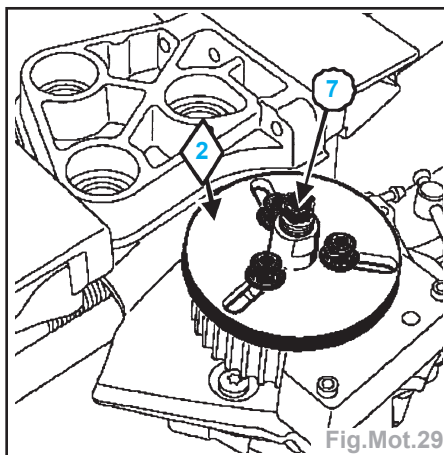

Fig.Mot.29
- Déposer l'écrou (6) de la poulie de la pompe haute pression.
- Mettre en place l'extracteur de poulie **Mot.1525 (2)** muni des griffes **Mot. 1525-03** pour les poulies trente trois dents (Fig.Mot.29).